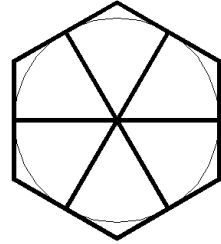

Рис. 27
- 2) **Отрезки - перпендикуляры** из центра круга на стороны шестиугольника (рис. 27).